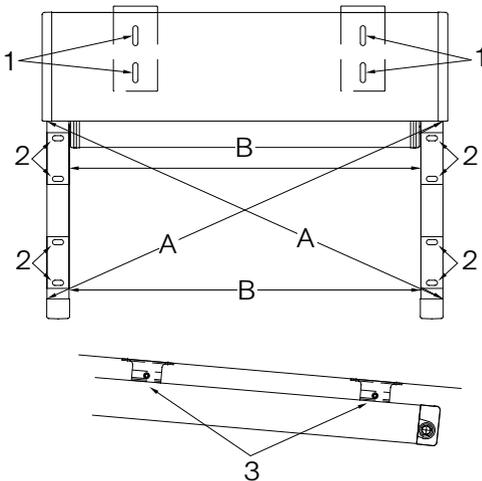

Abb. 23: Ausrichten der Markise
- » Messen Sie die Diagonale (A – Abb. 23) und die Breite (B – Abb. 23) nach. Die beiden Maße A müssen gleich sein, ebenso die beiden Maße B.
- » Stimmt die Diagonale/Breite nicht, lockern Sie die Schrauben (1, 2 u. 3 – Abb. 23) und verschieben Sie die Markise auf das richtige Maß. Ziehen Sie die Schrauben dann wieder fest.